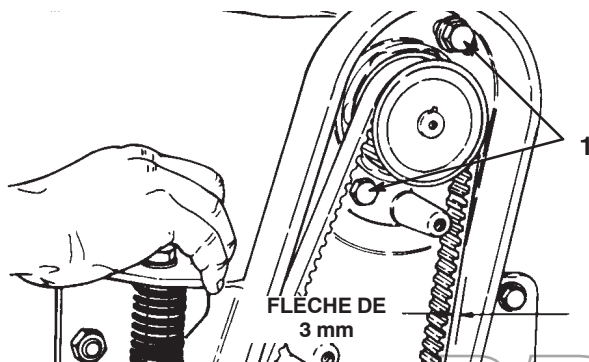

Figure 12
4. Insérez les deux boulons de fixation du moteur d'entraînement du cylindre (têtes à l'intérieur du carter d'entraînement et rondelle plate sur boulon supérieur) dans les trous de la bride du moteur de cylindre. Vissez les contre-écrous sur les boulons. Tournez le moteur de cylindre vers le haut dans le trou fendu du carter pour tendre la courroie d'entraînement et serrez les fixations (Fig. 12) à environ 34 Nm.
Remarque : La courroie est correctement tendue quand elle présente une flèche de 3 mm environ lorsqu'une force de 31 N est exercée en son centre (Fig. 12).